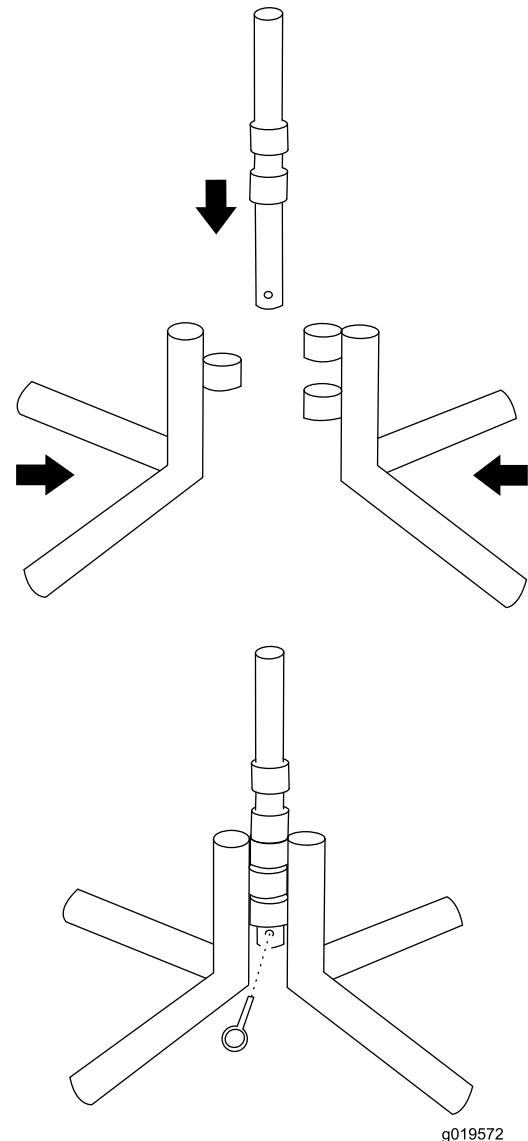

Figura 13
1. Junte las 2 mitades de las patas e inserte el tubo de pivote por el centro de las patas (Figura 13).
2. Introduzca el pasador de bloqueo a través de la parte inferior del tubo de pivote (Figura 13).